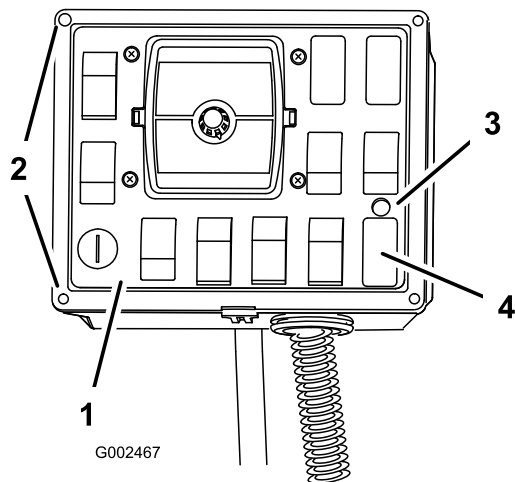

Figura 19
- Na área imediatamente acima do tampão do interruptor da rampa sonic, faça um furo de 0,95 cm para acomodar a luz indicadora (Figura 19).
8. Instale a cobertura do painel de controlo frontal na caixa de controlo utilizando os dispositivos de fixação removidos previamente (Figura 19).